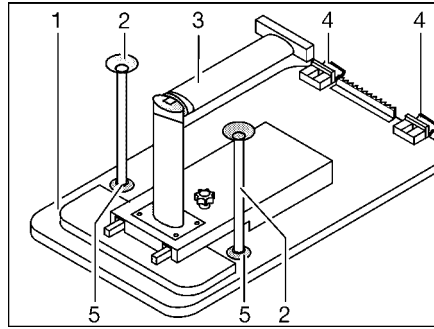

Fig. 95 Sommier de lit
- Soulever légèrement le plateau de table (Fig. 95,1) à l'avant.
- Déverrouiller le pied de table (Fig. 95,3) au niveau de l'articulation et le replier.
- Faire pivoter le plateau de table de 45° vers le haut et décrocher les fixations (Fig. 95,4) du rail de fixation supérieur.
- Suivant le modèle, enfoncer les deux pieds d'appui supplémentaires (Fig. 95,2) dans les fixations (Fig. 95,5) sur le dessous du plateau de table.